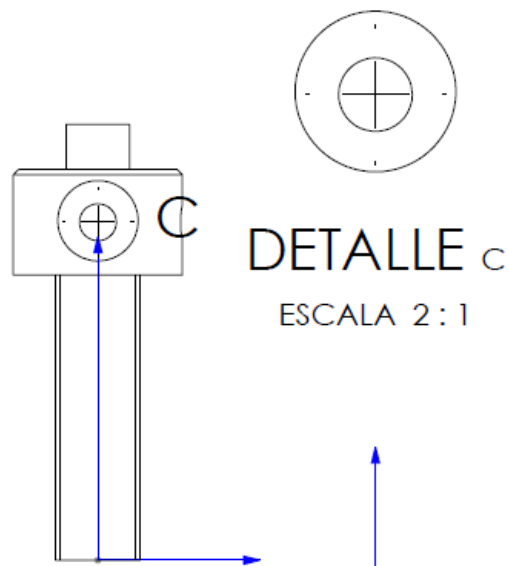

Ilustración 165
Paso 2: Una vez seleccionada la operación, se selecciona el área de la pieza que se desea ver con detalle (ver ilustración 165). Como se puede observar se obtiene un detalle con una escala más grande del área seleccionada, en este caso tiene por nombre **DETALLE C**.